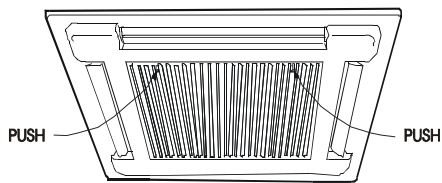

fig 1
1. Åpne filtergitter ved å skyve (push) på 2 låsetapper (fig 1)